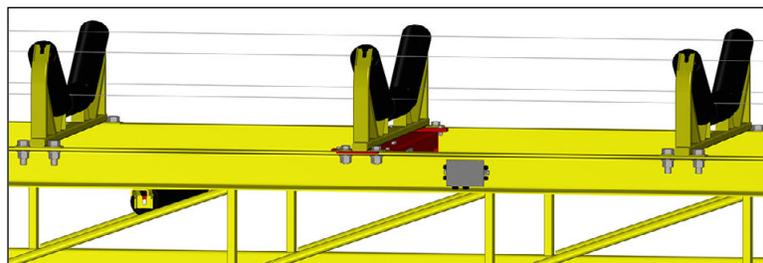

Figure 2-5. Acheminez des ficelles sur le même plan
- Acheminez des ficelles sur le convoyeur (trois avant la balance et trois après la balance) et calez les stations rouleaux sur le même plan. Voir la Figure 2-5, page 9.